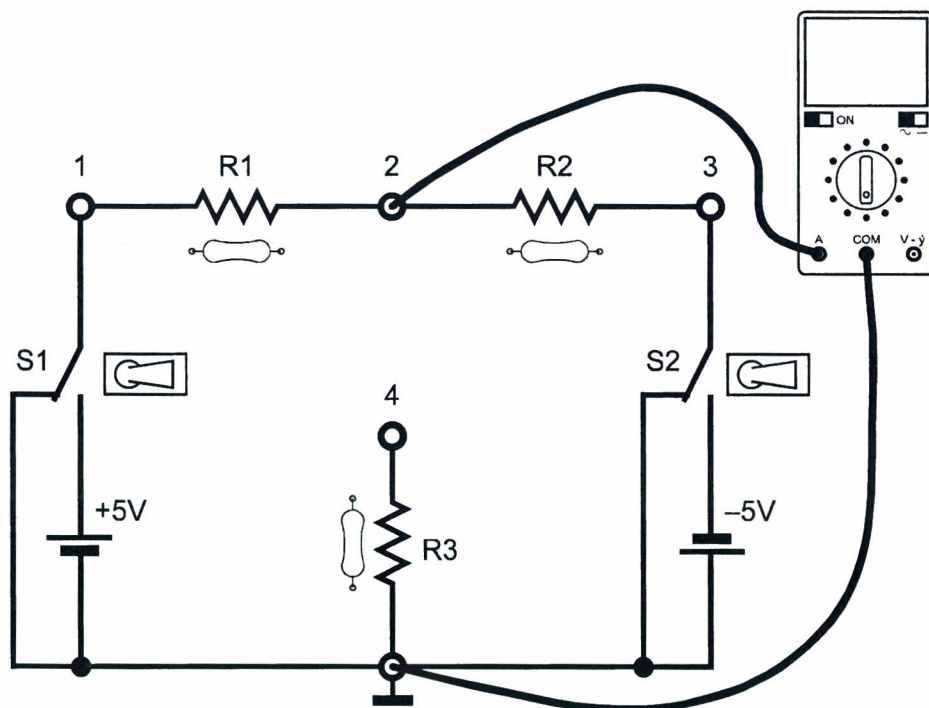

Fig. 6.2a
6. usar el circuito de la Unidad 4 y conectar un multímetro como un miliamperímetro de CC, Fig. 6.2a;